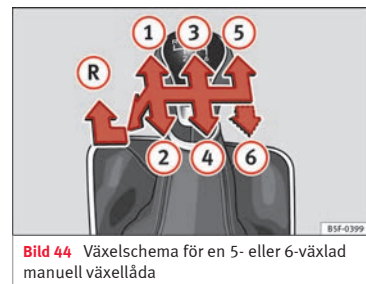

Bild 44 Växelschema för en 5- eller 6-växlad manuell växellåda
» **bild 44.**
- När växelspaken är i neutralläge, tryck den uppåt, flytta den till höger så långt det går och sedan framåt för att välja back » bild 44 (R).